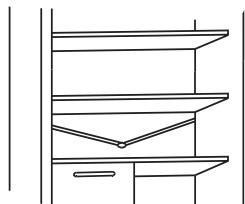

Fig.12
- Faire en sorte que la conduite d'évacuation de l'eau (fig.12) dans le compartiment réfrigérateur reste propre, pour éviter qu'il y ait de l'eau à l'intérieur.